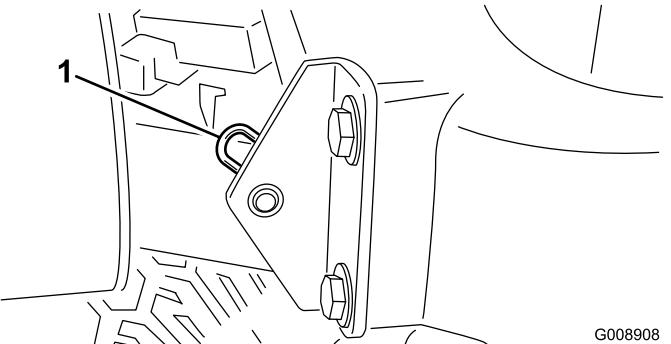

Figura 35
- Togliete la coppiglia che fissa il perno del cofano alle staffe di montaggio (Figura 35).